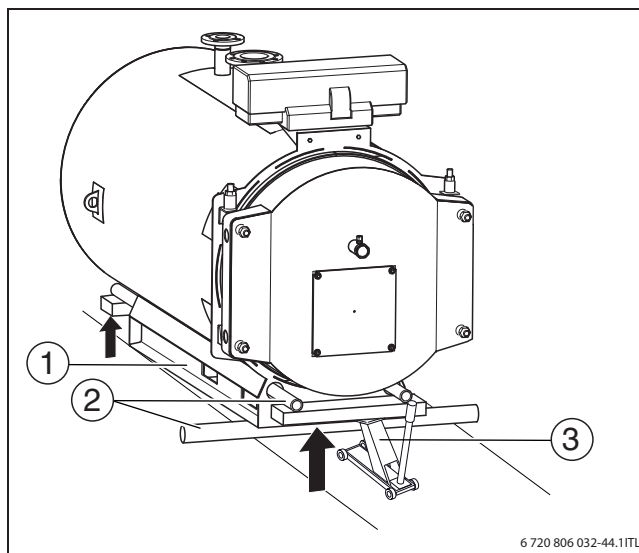

Рис. 9 Перемещение котла перекачиванием на трубах
- ▶ Уложите трубы (→ рис. 9, [2]).